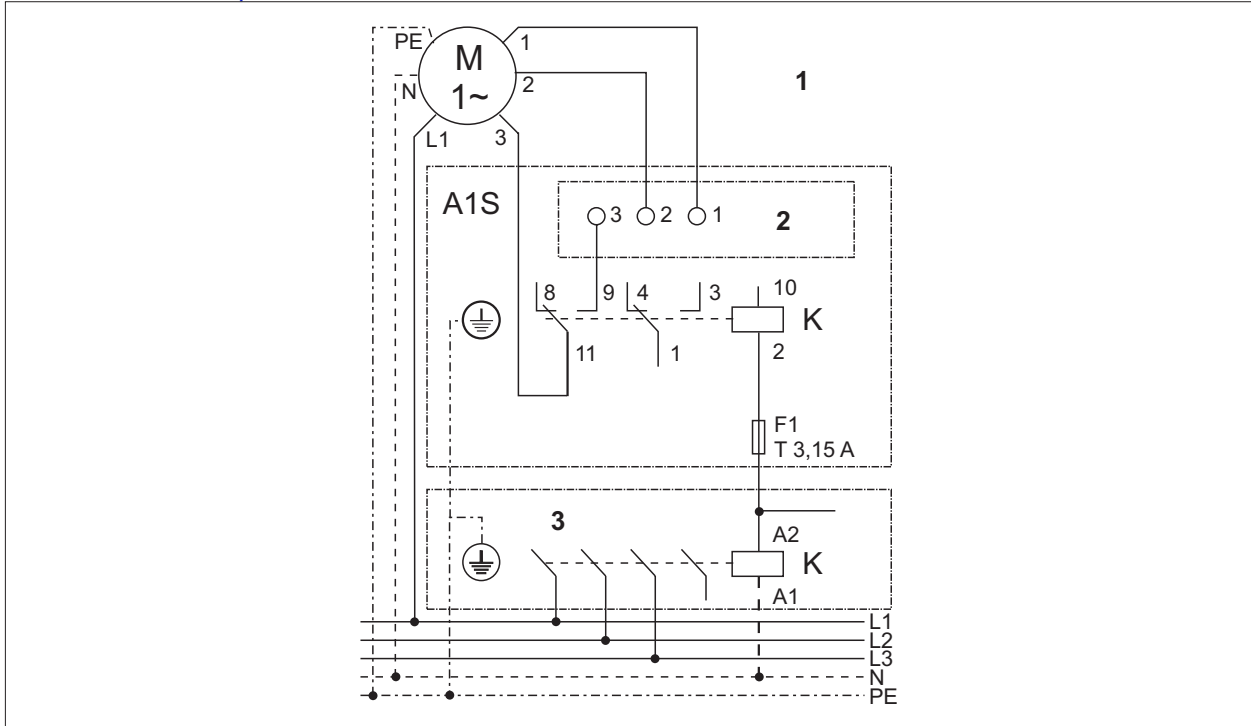

Abb. 7.12 Schaltplan Automatik-Relais A1S
► Abb. 7.12 Schaltplan Automatik-Relais A1S beachten.